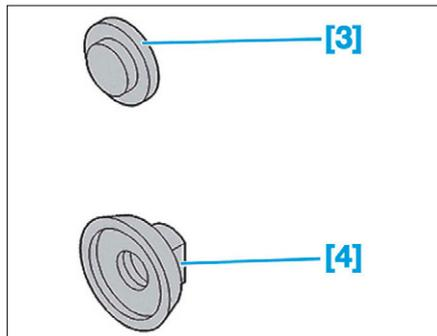

FIG. 57
- [3]. Grain d'appui (réf : 0621-E) (Fig.57).